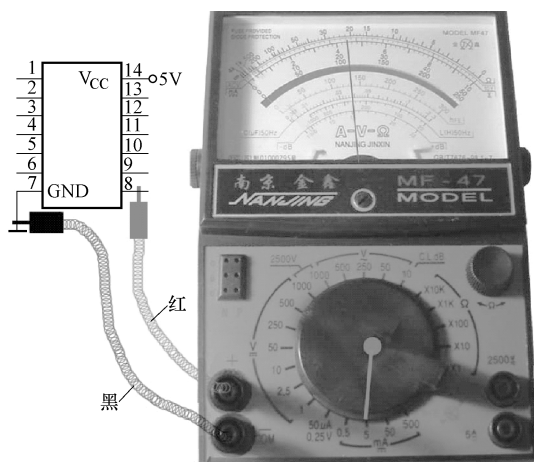

图 5-16 电流的检测
1) 电流的检测。将待检测门电路电源引脚接 5V 电压, 接地引脚按要求接地, 然后将万用表置于 5mA 挡, 然后黑、红表笔依次测量各引脚与接地引脚之间的短路电流, 若某引脚短路电流值低于 2.2mA , 则说明该引脚为其输入引脚, 否则便是输出引脚, 如图 5-16 所示。